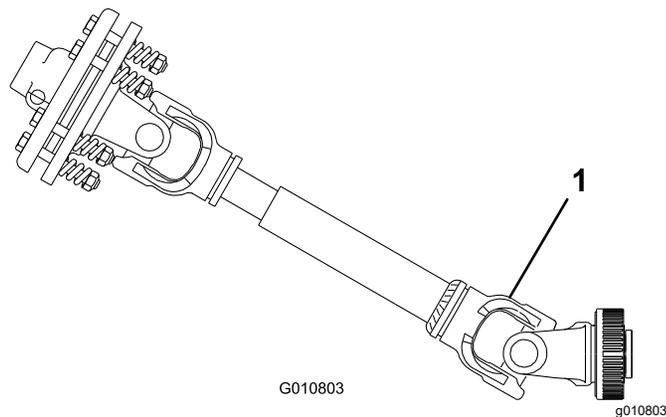

图 27
**重要事项** 当连接 PTO 时切勿将打孔机提升到超过必要高度。机器提升得太高会导致 PTO 轴转向节断裂图 27。当升起打孔机时请关闭 PTO。PTO 的最大操作角度 25°但当打孔机处于最高位置时切勿超过 35°角。